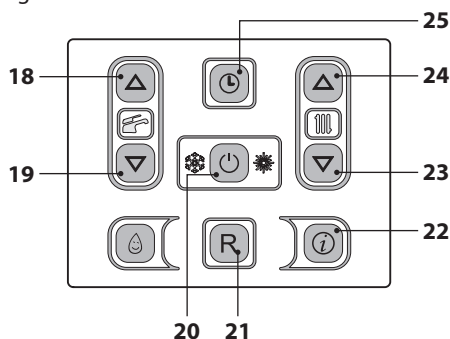

Figura 2.7
- Tenere premuto per 2 secondi il tasto 20 fino a far apparire sul display il simbolo  Figura 2.7.
La temperatura dell'acqua calda di mandata riscaldamento è regolabile agendo sui tasti riscaldamento è regolabile agendo sui tasti 23 (diminuzione) e 24 (aumento) (Figura 2.7) da un minimo di circa 25°C ad un massimo di circa 85°C. Alla prima pressione di uno dei due tasti si ha la visualizzazione del valore di "set",
Comunque se la temperatura ambiente non dovesse essere confortevole si può aumentare o diminuire la temperatura di mandata dell'impianto riscaldamento di  $\pm 15^\circ\text{C}$  agendo sui tasti 23 (diminuzione) e 24 (aumento) (Figura 2.7).